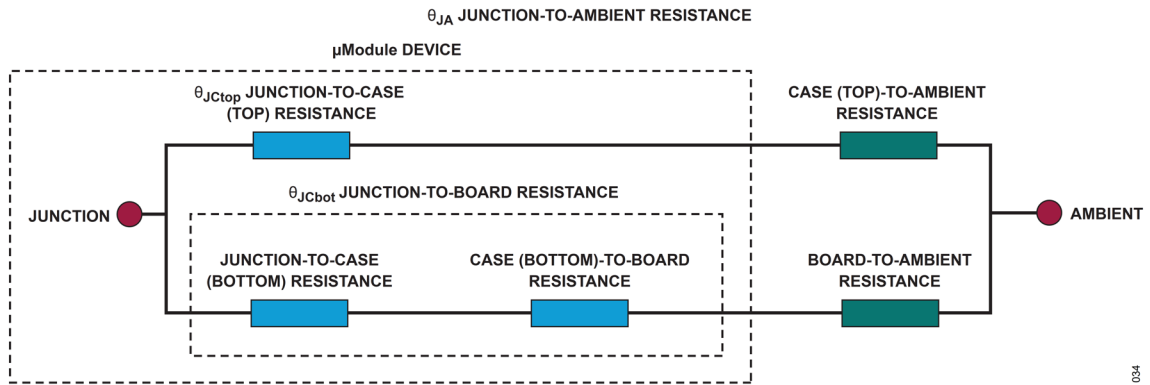

図 34. 熱係数の概要を示す図、JESD51-12 の用語を含む
2.  $\theta_{Jcbot}$  - ジャンクションからパッケージ・ケース底面を通して基板までの熱抵抗。図 34 を参照してください。
これらの熱抵抗を図 34 に視覚的に示します。パッケージ側面から流れる熱など、一部の熱抵抗要素は JEDEC 規格では定義されておらず、図示されていません。青色で示した抵抗は  $\mu$ Module 内部にあるもので、緑色は外側にあるものです。